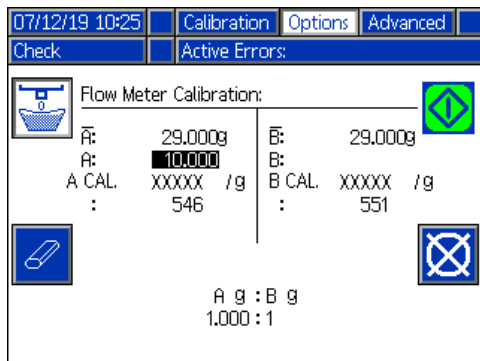

ABB. 35: Nettogewicht eingeben
16. Wiegen Sie am Ende der Dosierung das Material der A-Seite und geben Sie dann das Nettogewicht (in Gramm) in das dafür vorgesehene Feld auf der linken Seite des Bildschirms ein. Siehe ABB. 35.
18. Wenn Sie eine Maschine mit variablem Verhältnis kalibrieren und das von der Dosierung gelieferte Verhältnis nicht der gewünschten Menge entspricht (wird unten auf dem Bildschirm angezeigt, wie in ABB. 35), ändern Sie die mechanische Verhältniseinstellung entsprechend.